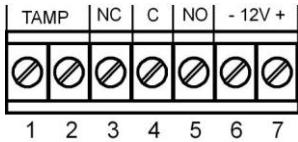

Fig. 4 Morsettiera | Terminal block | Bloque de terminales | Plaque à bornes
8. Collegare i fili alla morsettiera (Fig. 4)
#### Descrizione della morsettiera (Fig. 4)
8. Connect wire to terminal block. (Fig. 4)
#### Terminal block connections (Fig. 4)
8. Conectar los cables en los bloques de terminales. (Fig. 4)
#### Conexiones del bloque de terminales (Fig. 4)